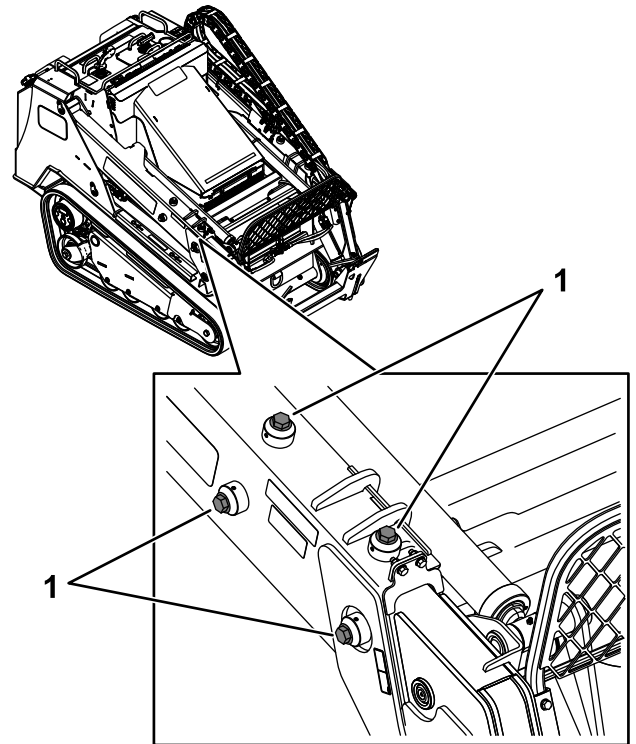

Figure 86
3. Sur chaque bras de la chargeuse, desserrez la vis de maintien sur les 4 vis de réglage (Figure 86).